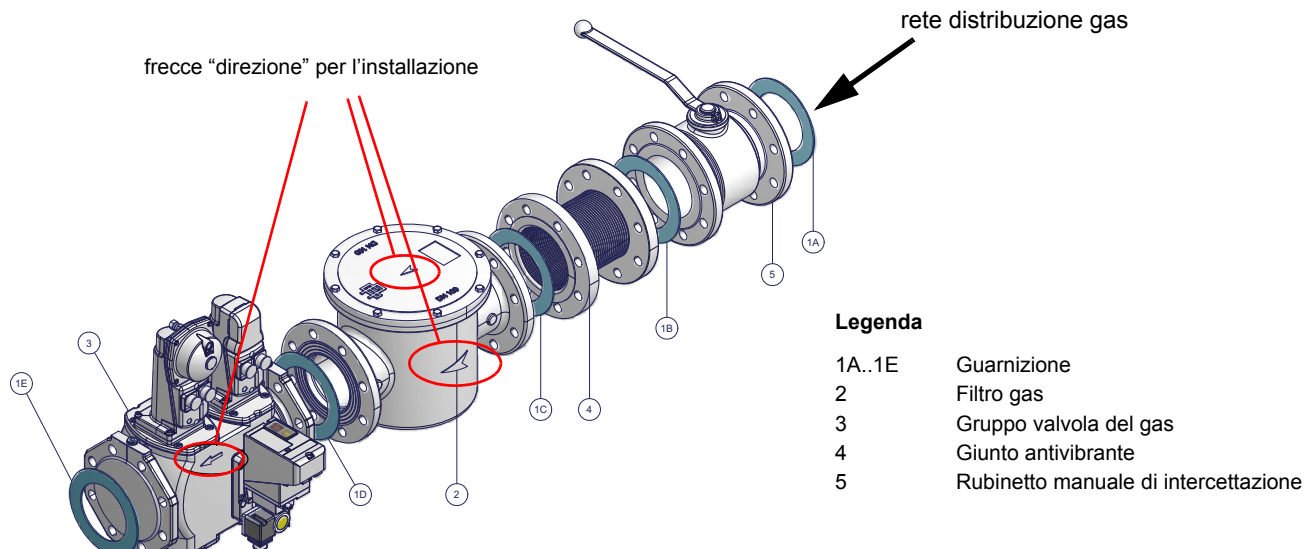

Fig. 5 - Esempio di rampa gas
- 1-b) nel caso di giunti flangiati: interporre tra un componente e l'altro, una guarnizione (n. 1A..1E-Fig. 5) compatibile con il gas utilizzato,
ATTENZIONE: una volta montata la rampa secondo lo schema riportato in Fig. 5, deve essere effettuata la prova di tenuta del circuito gas, secondo le modalità previste dalla normativa vigente.